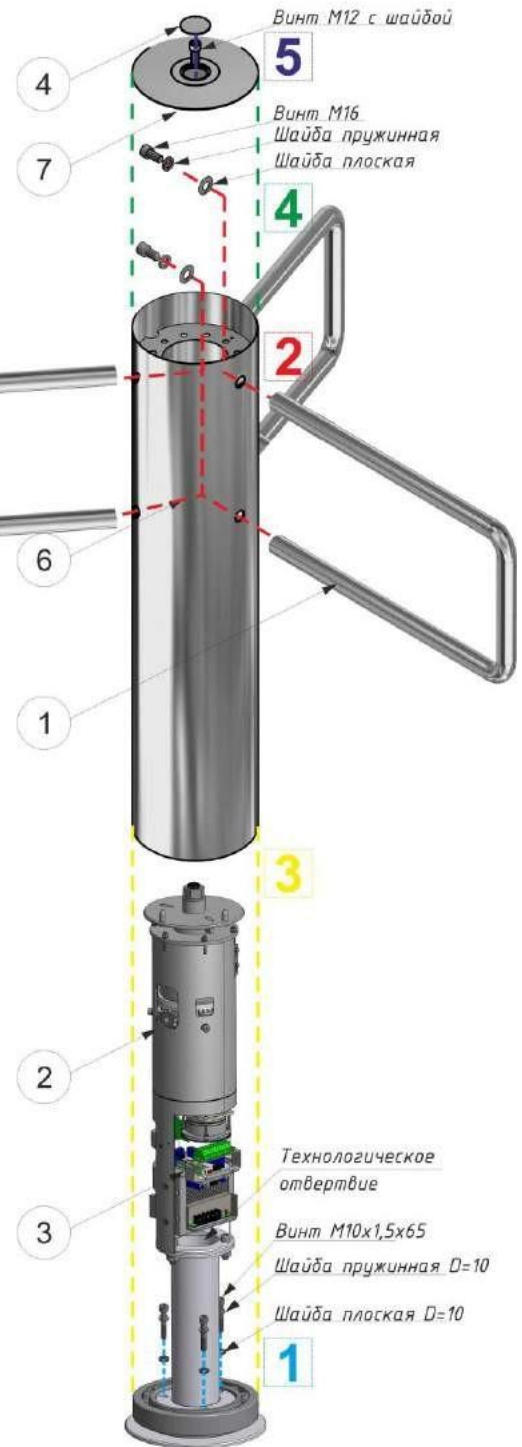

Рис.9 – Монтаж турникета
11) Разместить турникет на подготовленном месте в вертикальном положении (Рис.9):